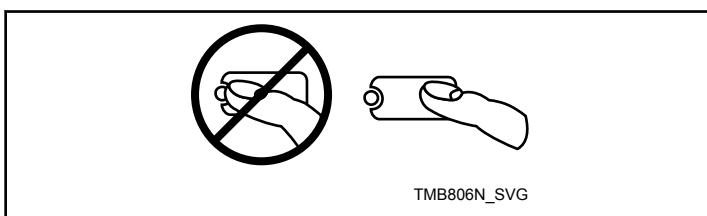

Figure 36
**REMARQUE : Ne pas appuyer directement sur le voyant ou sur le centre de la touche. Pour sélectionner correctement une touche, appuyer légèrement à droite du centre. Se reporter à la Figure 36 .**